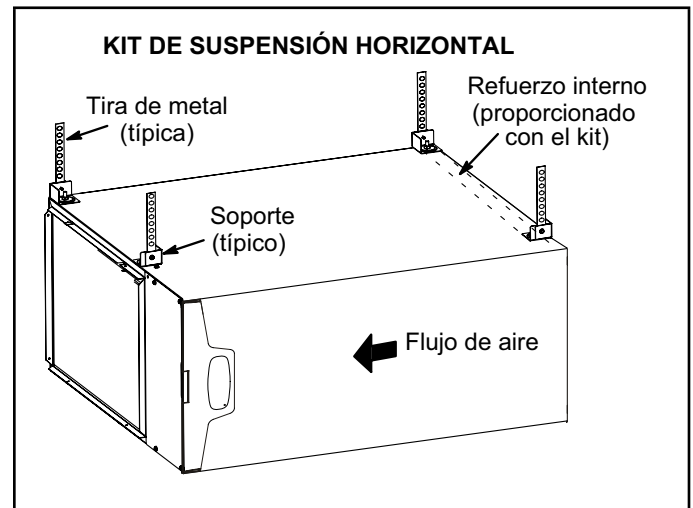

**Figura 17**
El calefactor ML196UHE se puede instalar en aplicaciones horizontales con descarga de aire a la derecha o a la izquierda. Consultar la Figura 17 con respecto a los espaciamientos en las aplicaciones horizontales.
- 1 - Seleccione la ubicación de la unidad teniendo en cuenta el espaciamiento de servicio y otros espaciamientos necesarios. Ver la Figura 17.